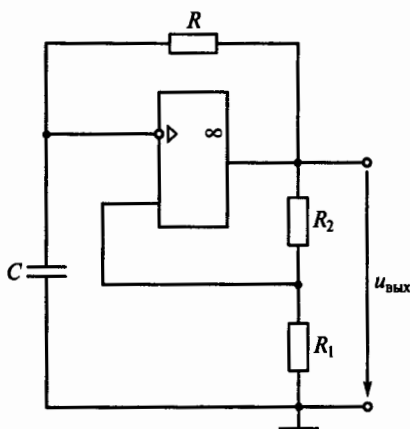

Рис. 215
**8.43.** Какие элементы входят в состав мультивибратора на операционном усилителе (рис. 215)? (Указать неправильный ответ.)
**8.44.Р.** Какие параметры мультивибратора (см. рис. 215) определяют период следования его прямоугольных импульсов?